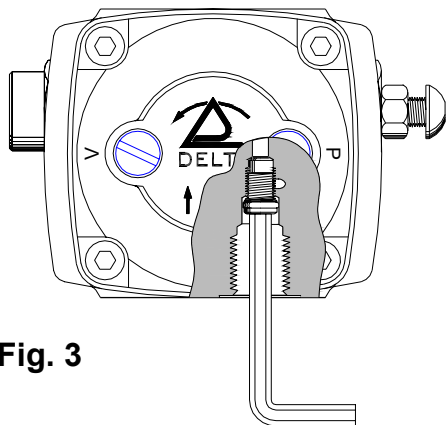

Fig. 3
- Setzen Sie die Bypass-Schraube in den Rücklauf ein. (Fig. 3).
- Entfernen Sie mit einem 4 mm Innensechskantschlüssel die Bypass-Schraube aus dem Rücklaufanschluß (Fig. 3).